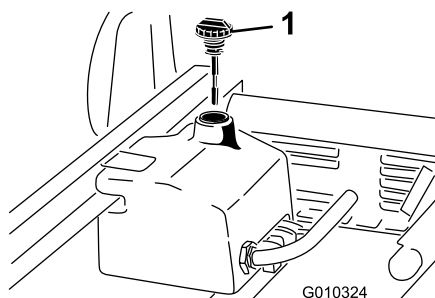

Figure 19
1. Nettoyez la surface autour du goulot et du bouchon de remplissage du réservoir hydraulique (Figure 19).
3. Sortez la jauge (Figure 19) du goulot de remplissage et essuyez-la sur un chiffon propre.